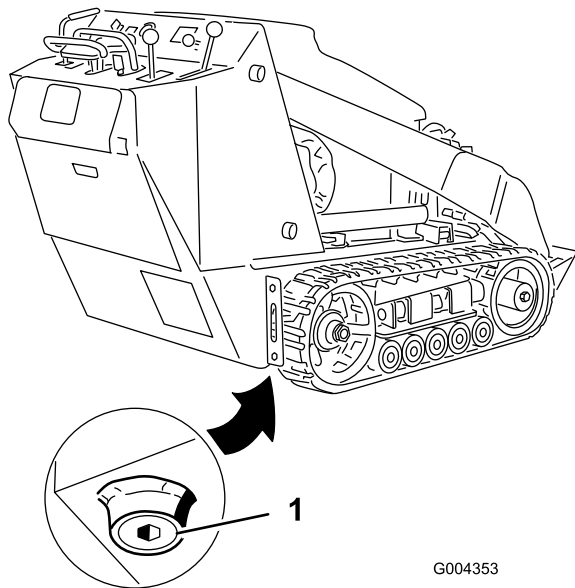

Figura 35
4. Togliete il tappo di spurgo (Figura 35).